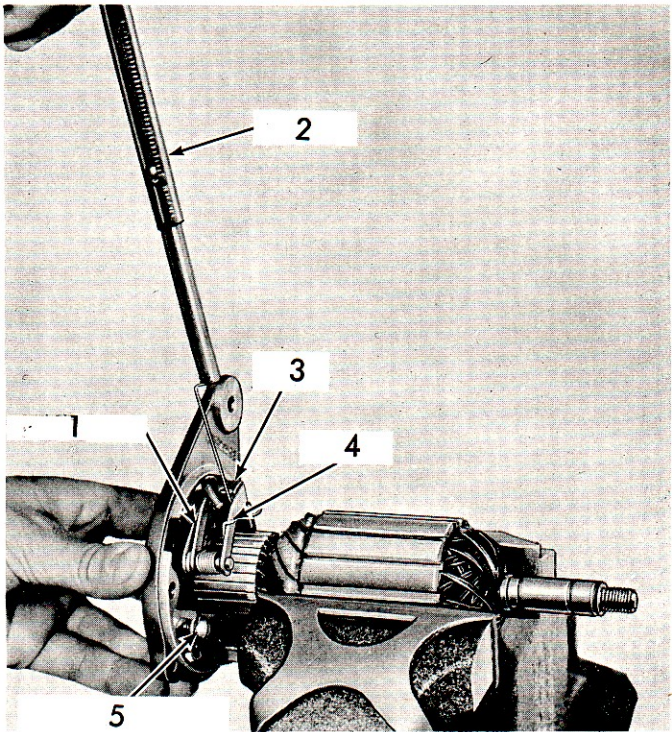

Fig. 16.
1. Retirer les vis de borne et les rondelles frein. Voir Fig. 16.